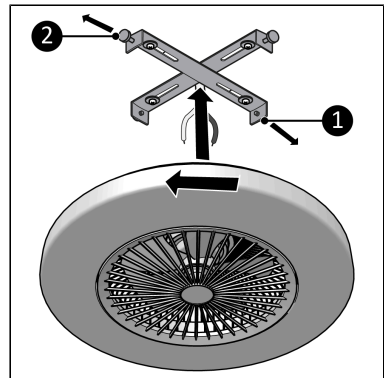

Abbildung 46.
9. Entfernen Sie zunächst die beiden Schrauben aus der Montagehalterung, die nicht für die L-förmigen Langlöcher vorgesehen sind (Abbildung 46, pos. 1 & 2).